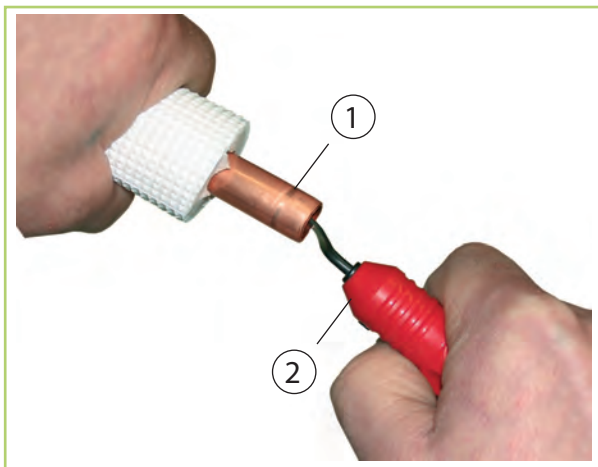
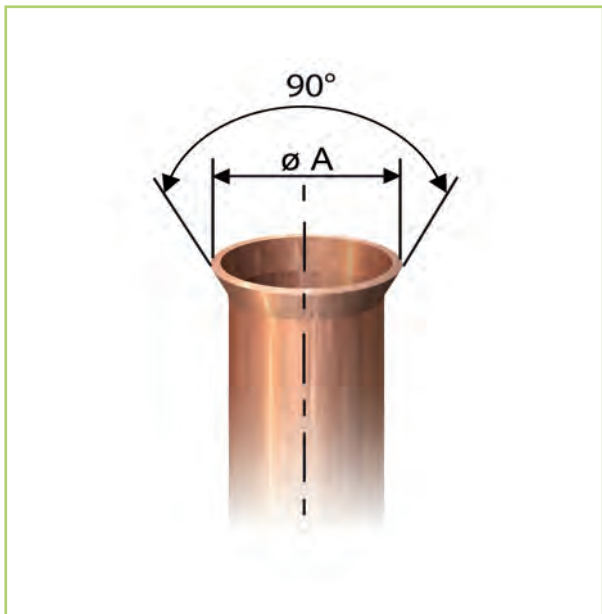

Abb. 30: Entgraten der Kältemittelleitung
Abb. 32: Korrekte Bördelform
- Zur Erstellung der Anschlüsse an die Module müssen die Kupferrohre mit einem Bördel versehen werden. Dabei ist auf eine korrekte Form des Bördels und passende Überwurfmutter (im Lieferumfang) zu achten (Abb. 30 bis Abb. 32).